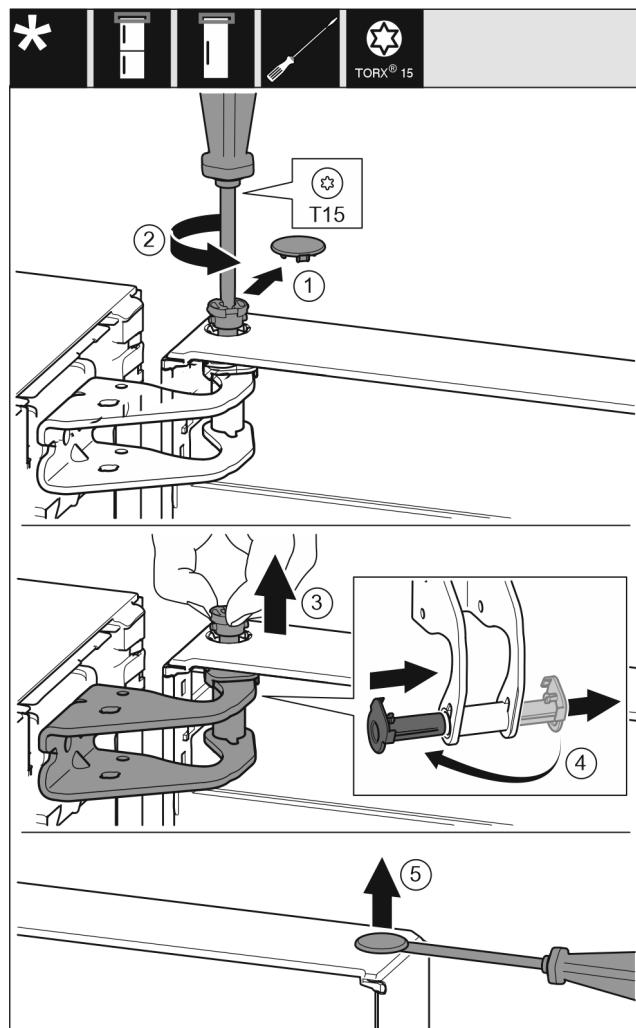

Fig. 7
- Осторожно снимите предохранительную крышку. Fig. 7 (1)
► Немного выкрутите палец отверткой T15. Fig. 7 (2)
► Удерживая дверь, извлеките палец вручную. Fig. 7 (3)
► Опорную втулку вытяните из направляющей. Установите и зафиксируйте с другой стороны. Fig. 7 (4)
► Осторожно приподнимите и извлеките при помощи шлицевой отвертки заглушку из опорной втулки двери. Fig. 7 (5)